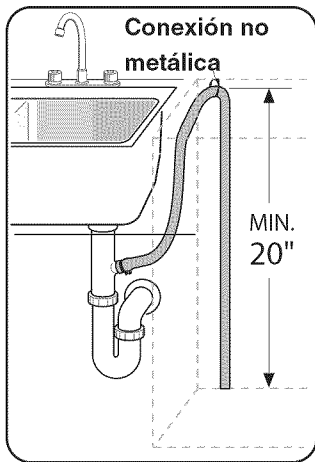

Ilustración 25
- 1 Directamente a la conexión de evacuación debajo del fregador, como muestra la Ilustración 25.